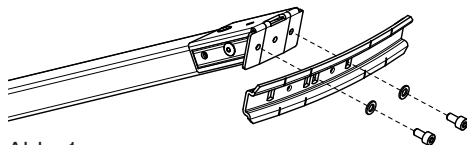

Abb. 1
2. Multifeed-Halterung auf den Speisesystemträger aufsetzen und festschrauben (Abb. 1).